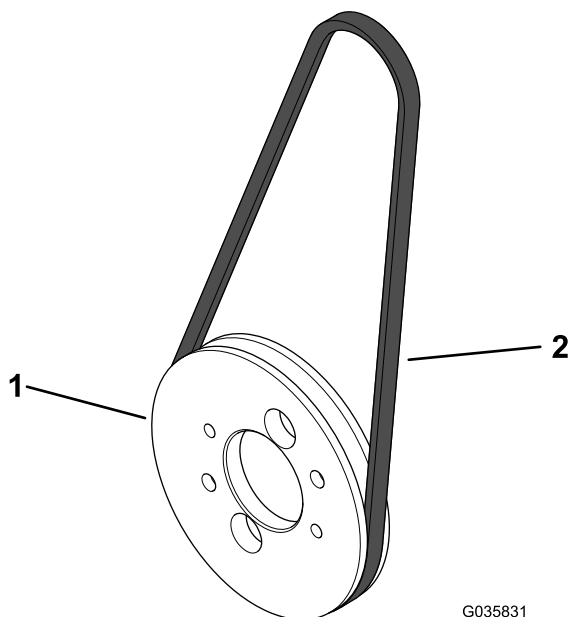

Figura 6
1. Instale a correia do alternador na polia do alternador (Figura 6).